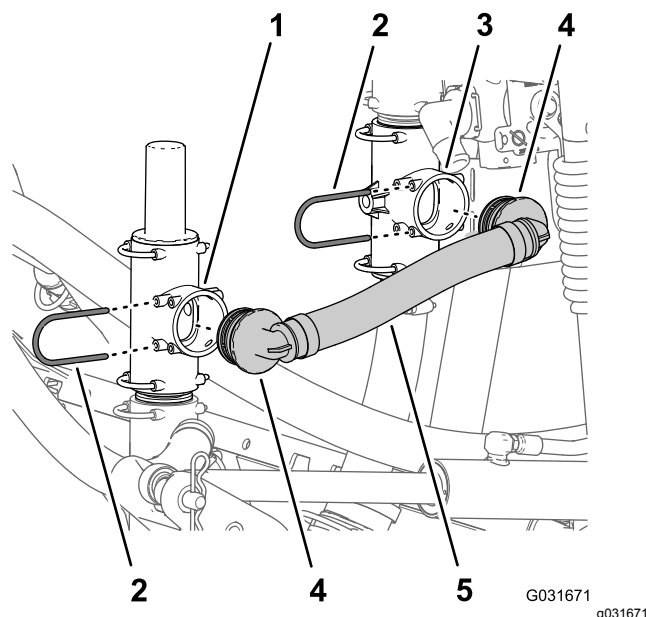

Рисунок 224
- Совместите прямоугольный штуцер шланга сброса давления в сборе (номер 131-9647 по каталогу Toro) с открытым отверстием клапана сброса давления и вставьте прямоугольный штуцер до его полной посадки в тройнике (Рисунок 224).
- Закрепите прямоугольный штуцер на клапане сброса давления при помощи держателя (Рисунок 224), снятого при выполнении пункта 1 в разделе Установка поворотного шлангового барабана на крепление коллектора (страница 93).
- Совместите другой прямоугольный штуцер шланга сброса давления в сборе (номер 131-9647 по каталогу Toro) с открытым отверстием в нижнем тройнике и вставьте прямоугольный штуцер до его полной посадки в тройнике (Рисунок 224).
- Закрепите прямоугольный штуцер в тройнике фиксатором (Рисунок 224), снятым при выполнении пункта 2 в разделе Установка поворотного шлангового барабана на крепление коллектора (страница 93).
5. Прикрепите прямой штуцер типа «елочка» к отсечному клапану (Рисунок 224) при помощи держателя (номер 131-0235 по каталогу Toro).